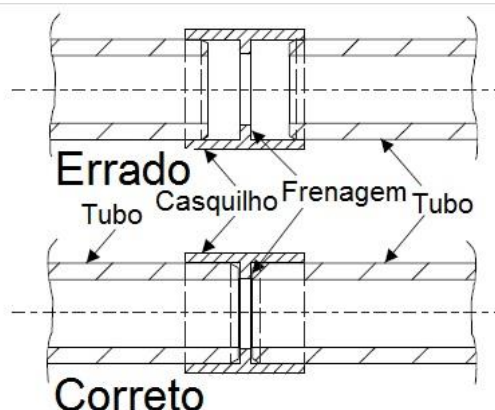

Fig. 7 Juntando os tubos
- As seções de tubo individuais são ligadas umas às outras com conexões. Dependendo do material do tubo usado, colagem, conforme descrito nas seções 2.5.2 e 2.5.3 ou pressurizado como descrito na seção 2.5.4, é usada. Os tubos são empurrados para as conexões para a frenagem, **Fig. 7**.